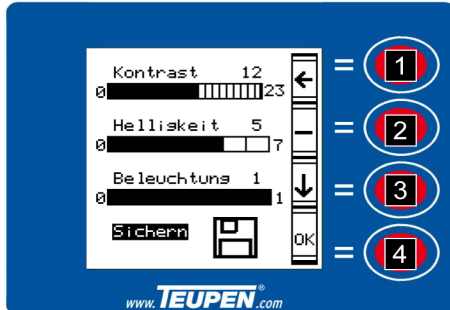

Fig. 68: Enregistrer le réglage écran
3. ➔ Mettre avec la [touche de fonction] (Voir la Fig. 68/3) le curseur sur "Enregistrer".
⇒ La fonction de la [touche] (Voir la Fig. 68/4) se met sur "OK".
4. ➔ Enregistrer les réglages avec la [touche de fonction] (Voir la Fig. 68/4).
5. ➔ Retourner au menu [Paramètres] avec la [touche de fonction] (Voir la Fig. 68/1).